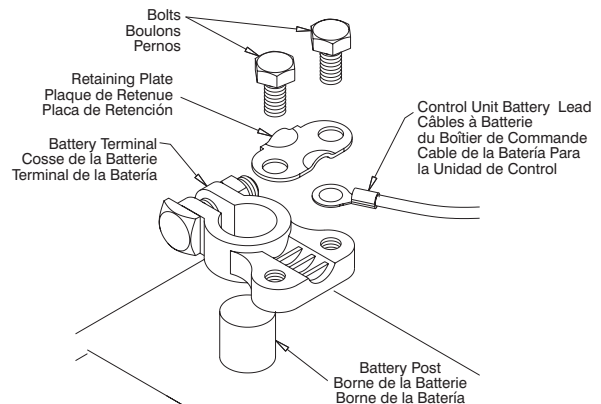

Figure 7
- Attach the ring terminals of the red and black leads from the control unit to the battery terminals, as shown in Figure 7. Then attach the battery terminal with the red lead to the positive (+) battery post and attach the battery terminal with the black lead to the negative (-) battery post. Make sure all connection are tight. **NOTE:** If the leads are connected to the wrong terminals, the "LEADS REVERSED" indicator light on the control unit will illuminate. If this happens, the leads need to be reversed, such that the red lead connects to positive (+) and the black lead connects to the negative (-). Close the battery box and secure the cover with the provided safety closure strap.
- Fixer les cosses à anneaux des câbles rouge et noir du boîtier de commande aux cosses de la batterie, tel qu'illustré à la Figure 7. Relier la cosse de la batterie avec le câble rouge à la borne positive (+) de la batterie et la cosse de la batterie avec le câble noir à la borne négative (-) de la batterie. S'assurer que toutes les connexions sont bien serrées. REMARQUE: Si les câbles sont connectés aux mauvaises cosses, le voyant lumineux " LEADS REVERSED " du boîtier de commande s'allumera. Si la polarité n'est pas bonne, les connexions ont besoin d'être inversées, de façon que la connexion rouge se raccorde au branchement positif (+) et la connexion noire se raccorde au branchement négatif (-). Fermer l'enceinte de batterie et fixer le couvercle avec l'attache de sécurité fournie.